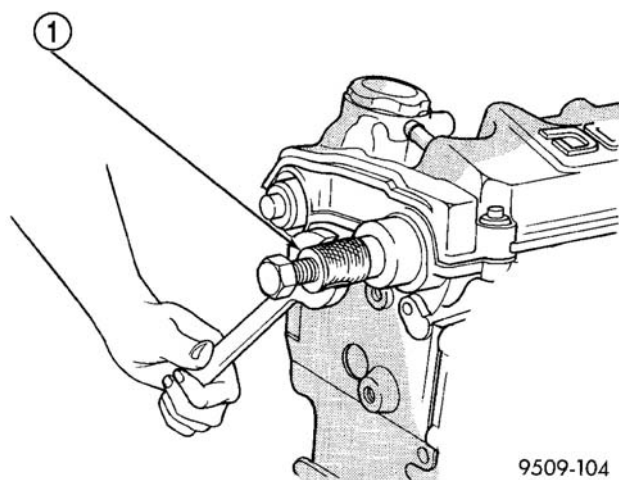

图 21 凸轮轴密封-用 C4679A 拆卸
- （5）用专用工具 C-4679-A 拆卸凸轮轴密封（图 21）